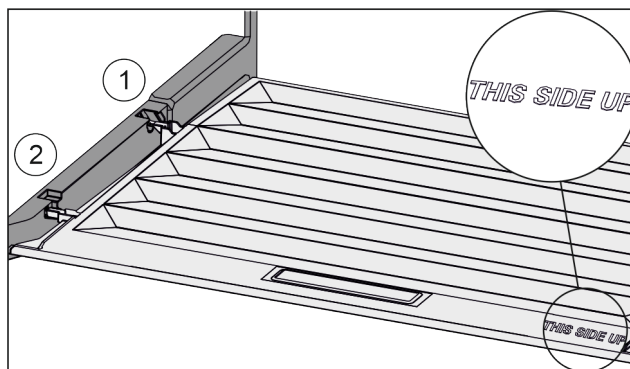

Fig. 25
- Skyv inn dekseltrinn via åpningen til bakre holder Fig. 25 (1) og klikk dem på plass i fremre holder Fig. 25 (2).